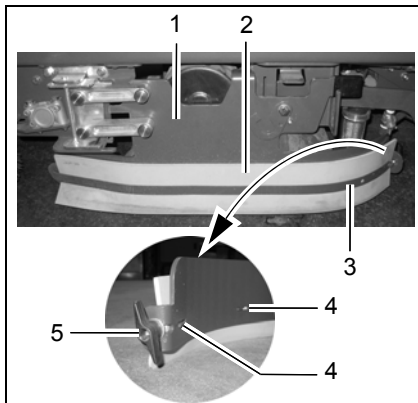

Abb. 33
Der Abstreifer (Abb. 33/1) muss in Wartungsstellung fixiert werden (siehe Abschnitt 2.3.1, Punkt 1).
1. Flügelmutter (Abb. 33/5) am Ende des Abstreifers lösen.
2. Klemmleiste (Abb. 33/3) in Fahrtrichtung des Geräts (nach vorne) schieben, bis die Klemmleistenhaken (Abb. 33/4) frei sind und die Klemmleiste nach außen abgenommen werden kann.
3. Altes Abstreifergummi (Abb. 33/2) entnehmen.
4. Neues Abstreifergummi (Abb. 33/2) anlegen.
5. Klemmleiste (Abb. 33/3) von außen aufsetzen und von Hand zurückschieben, so dass die Klemmleistenhaken (Abb. 33/4) greifen.
6. Flügelmutter (Abb. 33/5) so festschrauben, dass diese in das Gewinde der Klemmleiste (Abb. 33/3) greift und die Klemmleiste festzieht.